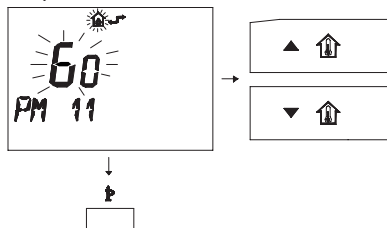

Figura 5.61
- Per modificare il SET programmato agli pulsanti ▲🏠 o ▼🏠 e aspettare che il numero programmato cominci a lampeggiare (Figura 5.61).